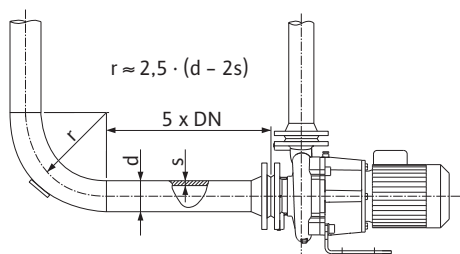
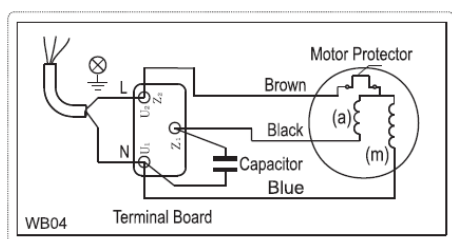

Fig. 4: Участок выравнивания потока перед и за насосом
Fig. 5: Подключение переменного тока
- Подключение к сети зависит от мощности двигателя P_2 , сетевого напряжения и типа включения. Требуемое переключение соединительных перемычек в клеммной коробке можно определить по следующей таблице, а также Fig. 4 и Fig. 5.